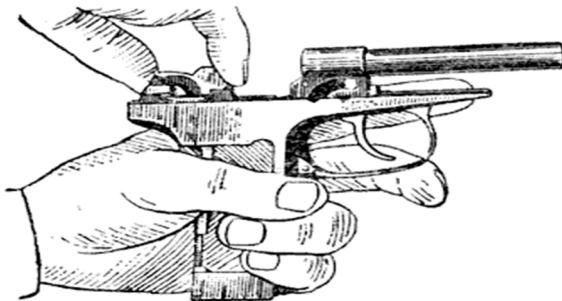

Рис. 13. Отделение курка от рамки
4. *Отделить курок от рамки.* Удерживая рамку в левой руке и повернув спусковой крючок в крайнее переднее положение, указательным и большим пальцами правой руки повернуть курок вперед до совпадения лысок на его цапфах с прорезями в цапфенных гнездах в рамке, сдвинуть курок в сторону ствола и вынуть его (рис. 13).